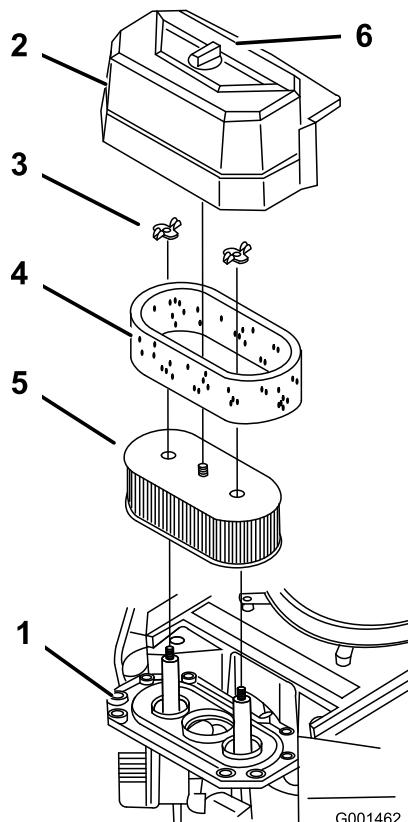

Figura 29
3. Pulite intorno al filtro dell'aria per evitare che la morschia possa penetrare nel motore provocando gravi danni (Figura 29).
4. Svitate la manopola di copertura e rimuovete la copertura del filtro dell'aria (Figura 29).
5. Togliete i 2 dadi ad alette e rimuovete il gruppo filtro dell'aria (Figura 29).
6. Tirate via con cautela l'elemento in schiuma sintetica dall'elemento di carta (Figura 29).
1. Non pulite il filtro primario di carta. Sostituitelo dopo 200 ore di servizio (Figura 29).
1. Infilate con cautela l'elemento in schiuma sintetica sull'elemento di carta (Figura 29).
2. Collocate il gruppo filtro dell'aria sull'apposita base e fissatelo con i 2 dadi ad alette (Figura 29).
3. Posizionate la copertura del filtro dell'aria e serrate la manopola di copertura (Figura 29).